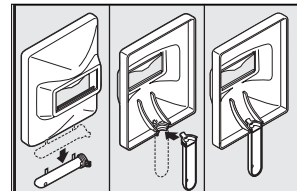

Figura 4
1. Corte el mango desmontable de la máscara (sólo WF2050, WF2054 & WF2058; el modelo WF2057 incluye un casco completamente ensamblado.) Empárejele los bordes (Vea la Figura 4).